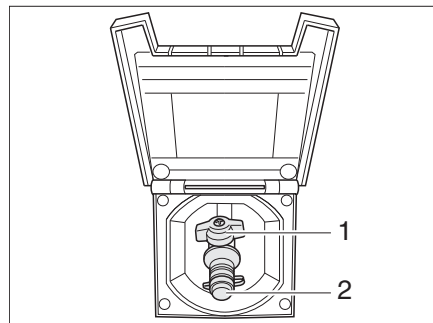

Bild 211 Externer Gasanschluss, Gasabsperrentil geschlossen
Der externe Gasanschluss (Bild 211) befindet sich auf der rechten Fahrzeugseite. In Ausnahmefällen befindet sich der externe Gasanschluss auch auf der linken Fahrzeugseite oder im Heck.
- Externes Gasgerät an der Anschluss-Stelle (Bild 211,2) anschließen.
- Das Gasabsperrentil (Bild 211,1) öffnen.